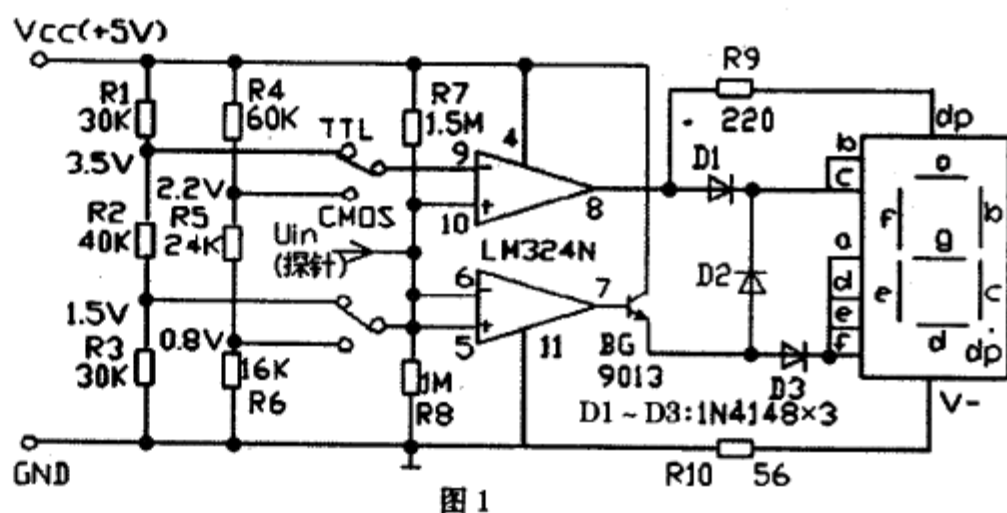

图1
使用电压比较器LM324N集成块和7段共阴极数码管组成的测试电路如图1所示。其特点是便于检测阈值电平的精密调整,可测试TTL、COMS等多种逻辑电平。正电源Vcc和地端GND用夹子与被测电路相连, Uin端通过探针接被测点。由电压比较器的原理可知:当同相输入端(正端+)电压高于反相输入端(负端-)电压时,比较器输出高电平。反之,则输出低电平。对于TTL电路来说信号电压大于3.5V时为高电平,即逻辑1(正逻辑系统);信号电压低于1.5V时为低电平,即逻辑0;在1.5~3.5V之间的为不确定电压。对于COMS电路来说信号电压大于2.2V时为高电平,即逻辑1(正逻辑系统);信号电压低于0.8V时为低电平,即逻辑0;在0.8~2.2V之间的为不确定电压。如果选择开关拨到TTL位置时,当Uin≥3.5V时LM324N第⑩脚输出高电平,7段数码显示管的b、c段发光,显示1,同